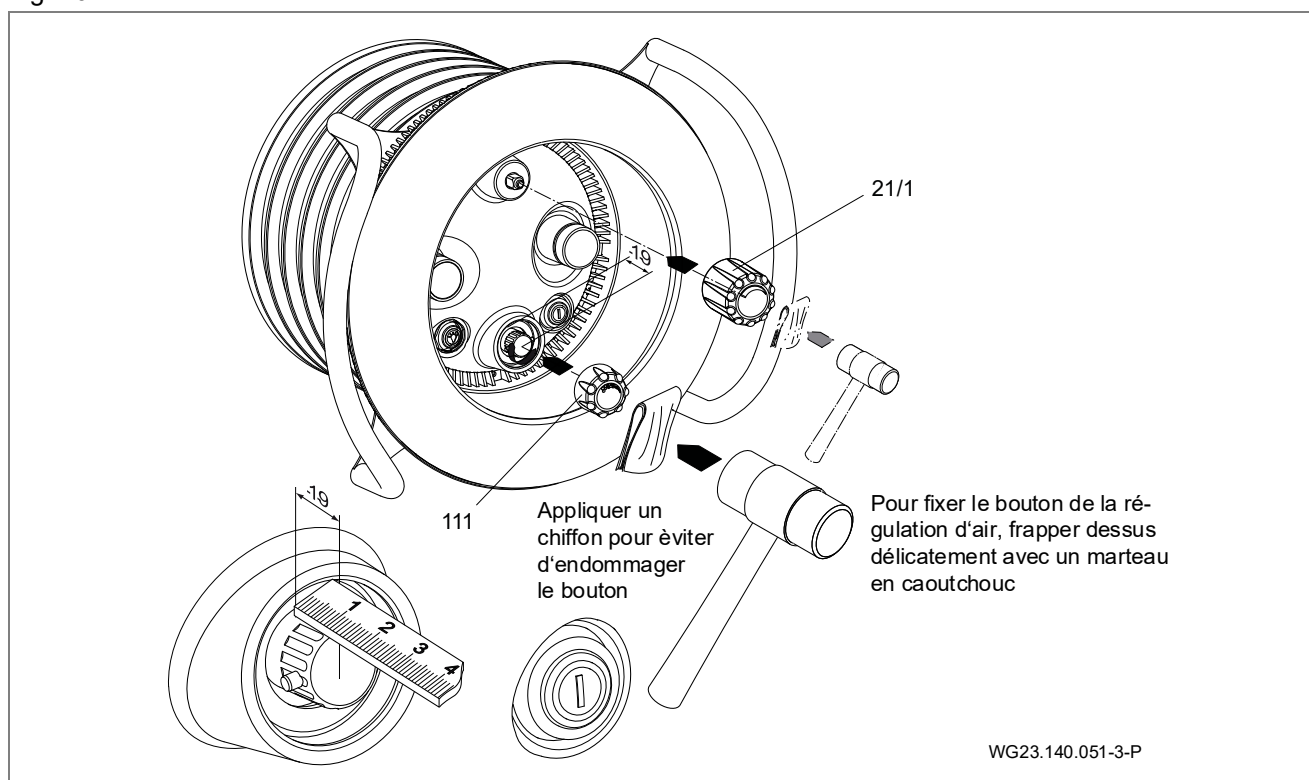

Fig. 21
11. Centrer le couvercle de l'éclairage (110) sur le corps de buses (102.1) et le fixer avec quatre vis auto taraudeuses (112). (Fig. 21)